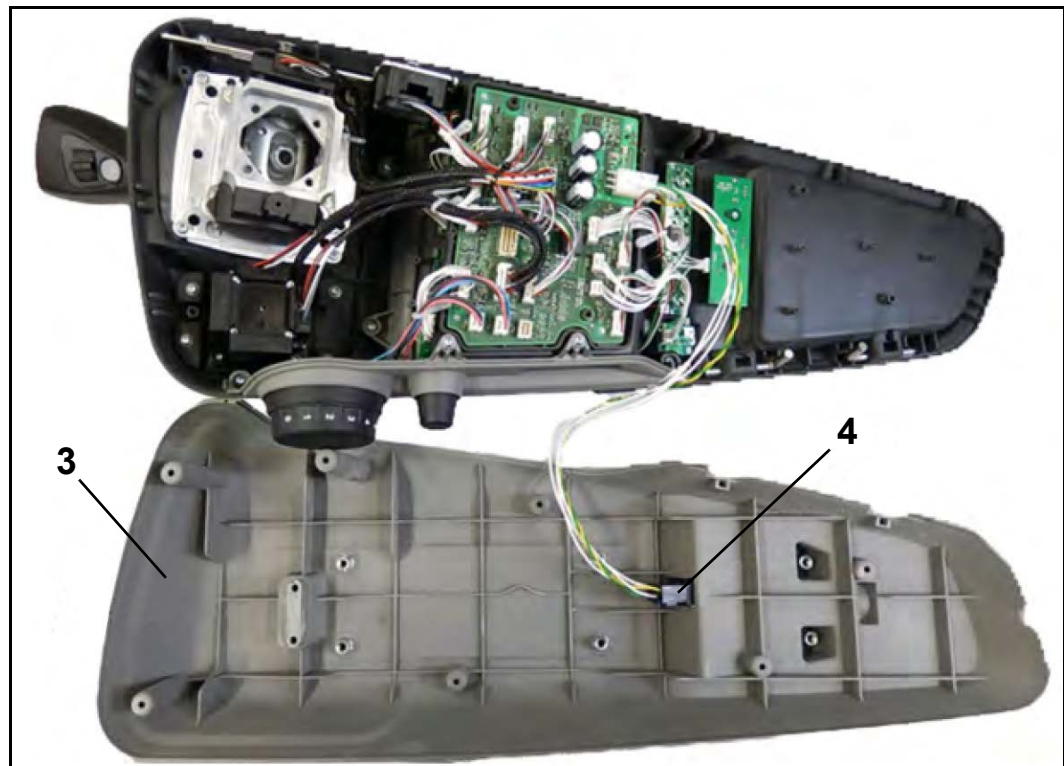

Abbildung 12
4. Unterschale abnehmen und neben der Oberschale ablegen (Abbildung 12).
*Die Unterschale (3) ist noch über den Litzensatz Mainboard CAN (4) mit der Oberschale verbunden.*